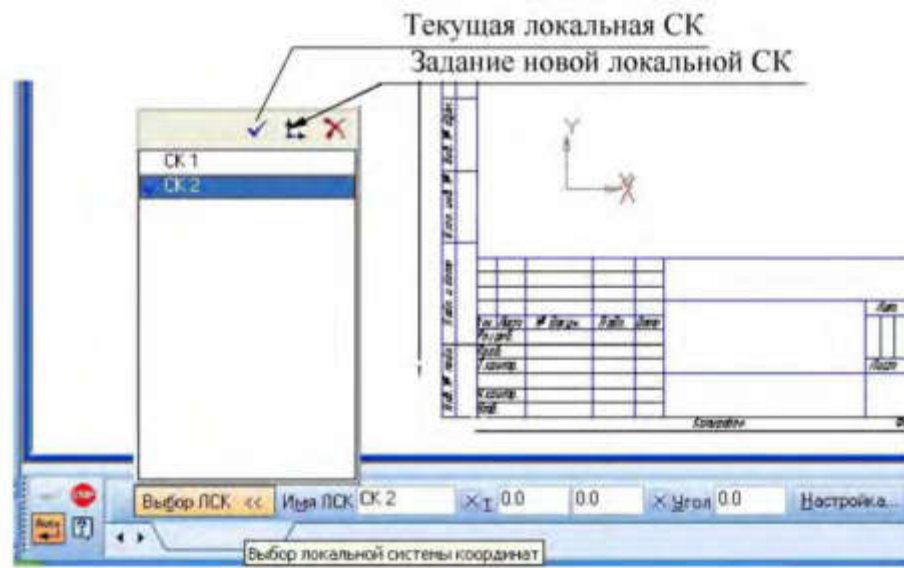

Рисунок 3.1 - Содержание **Панели свойств** при создании локальной системы координат
- 3) Щелкните графическим курсором в том месте чертежа, где вы хотите поместить центр создаваемой системы координат, либо, воспользовавшись **Панелью свойств** (рис. 3.1), в поле **t** введите координаты этого центра относительно глобальной системы координат.